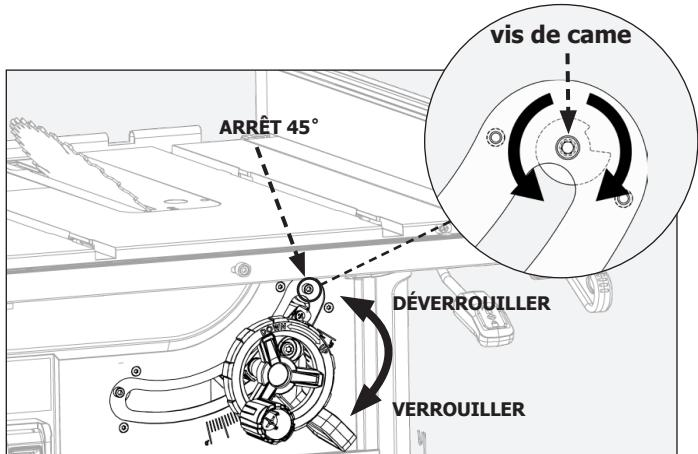

FIGURE 34
**REMARQUE :** Pour les positions de verrouillage et de déverrouillage, voir la figure 34.
Si la lame n'est pas à 45 ° de la table lorsqu'elle est inclinée à la came de butée de biseau à 45 °, suivez les étapes 1 à 4 en ajustant la came à 45 ° en utilisant le côté à 45 ° de l'équerre combinée (figure 34).